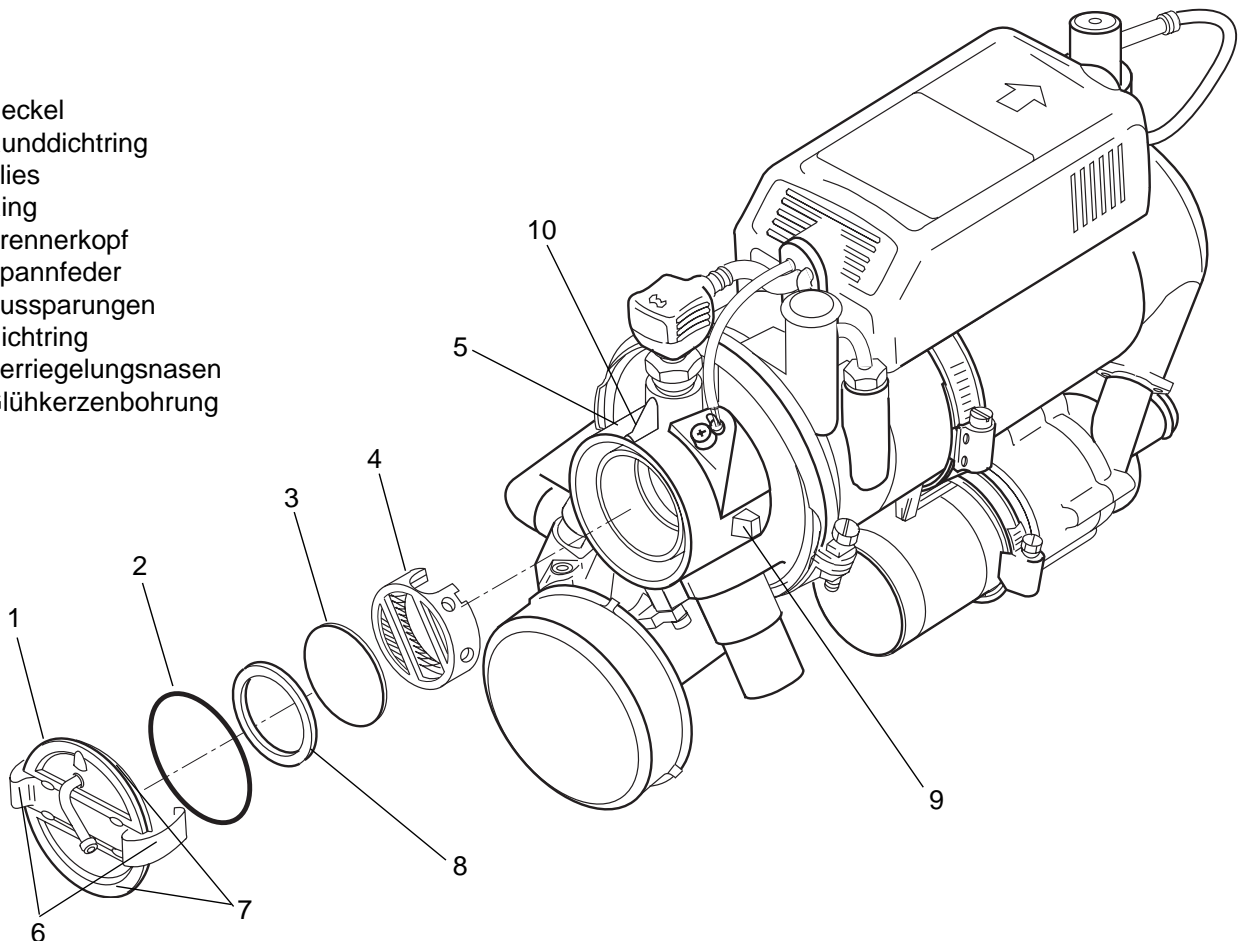

Abb. 908 Ausbau des Vlieses im Brennerkopf
2. Spannfeder (6, Abb. 908) mit Schraubendreher aus den Verriegelungsnasen (9) drücken.
3. Deckel (1) an den Aussparungen (7) mit zwei Schraubendrehern aushebeln.
4. Runddichtring (2) und Dichtring (8) aussondern.
5. Vlies (3) und Ring (4) aus dem Brennerkopf (5) entfernen und aussondern.
7. Glühkerzenbohrung (10) Ø 2,5 mm reinigen.